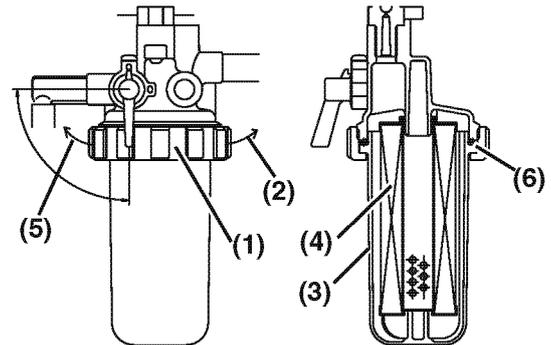

Abbildung 15
3. Den Haltering (**Abbildung 15, (1)**) nach links drehen (**Abbildung 15, (5)**).
4. Die Kappe vorsichtig abnehmen (**Abbildung 15, (3)**). Den Kraftstoff in einen zulässigen Behälter geben und fachgerecht entsorgen. Die Kappe mit einem Putzlappen festhalten, damit kein Kraftstoff heruntertropft. Verschüttete Flüssigkeiten unverzüglich aufnehmen.
5. Kraftstofffilter nach unten (**Abbildung 15, (4)**) abziehen.
8. Den O-Ring prüfen (**Abbildung 15, (6)**). Bei Bedarf ersetzen.
9. Kappe auf den Flansch setzen und Haltering (**Abbildung 15, (1)**) nach rechts drehen (**Abbildung 15, (2)**). Nur handfest anziehen.